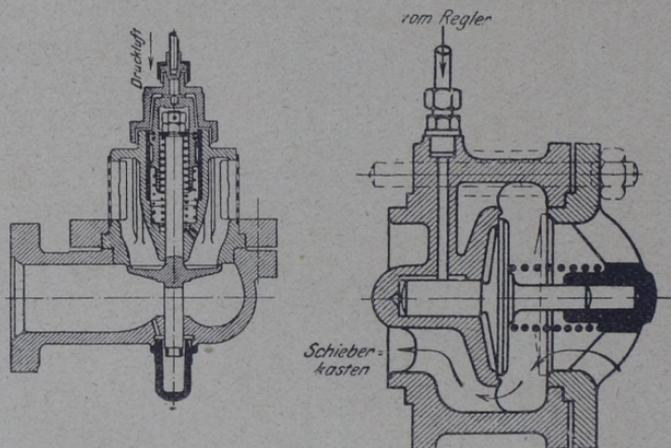

Abb. 350/351. Luftsaugventile der „Knorrbremse A. G.“ und der Maschinenfabrik „Kolomna“
**Knorrbremse A.-G.** (Abb. 350). Bei der Reichsbahn allgemein verbreitet. Man läßt Luft aus dem Hauptluftbehälter in den unteren Luftzylinder des Ventils strömen. Der Kolben wird vorgetrieben und hebt das mit ihm kraftschlüssig verbundene Ventil von seinem Sitz. Wird der Stellhahn im Führerhaus in die Abschlußstellung gelegt, so schließt sich das Ventil unter dem Druck der Wickelfeder. Eine Drosselbohrung am Luftrohranschluß dient zur Dämpfung der Ventilbewegung und damit zur Schonung der Dichtungsflächen.